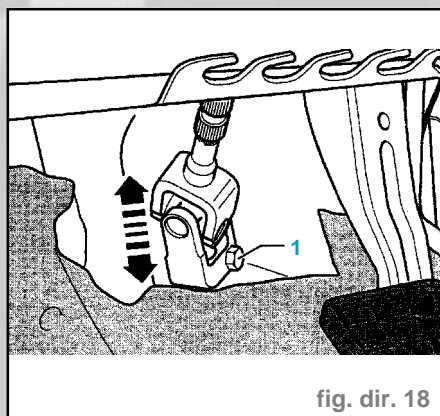

fig. dir. 18
- Dévisser la vis à six pans (1) (fig. dir. 18).